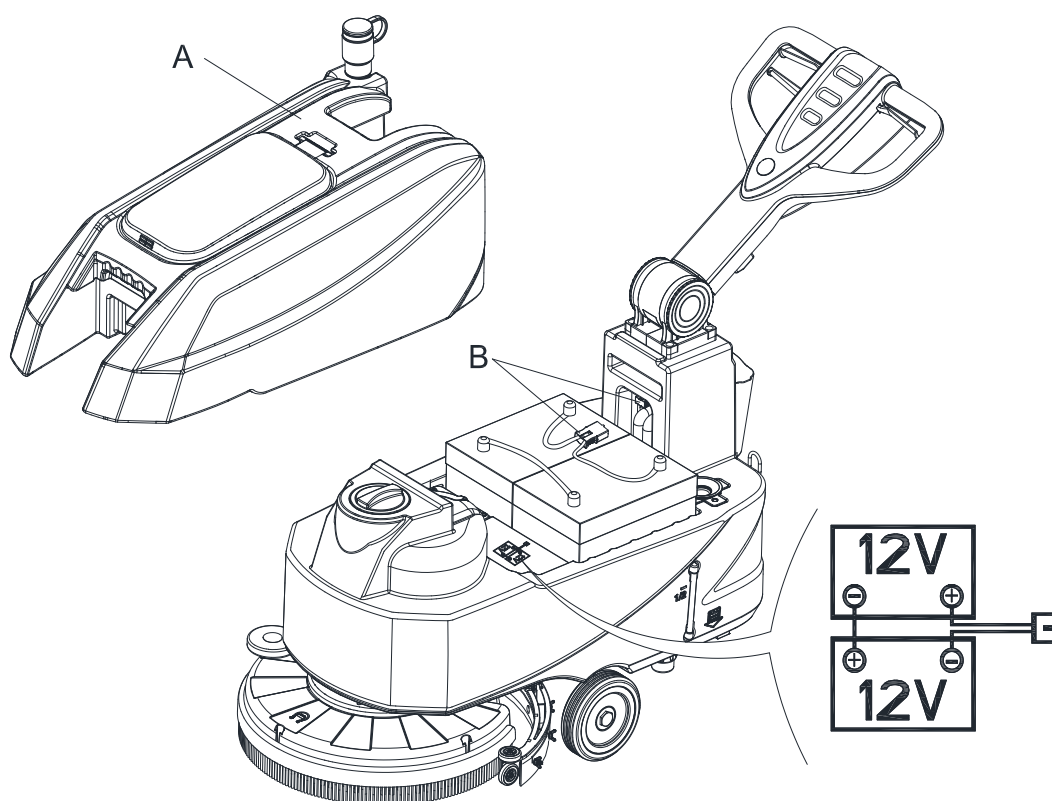

Figura 3
La máquina requiere dos baterías de 12 V, conectadas según el diagrama (Figura 3).
1. Compruebe si las baterías están conectadas a la máquina mediante el conector (B, Figura 3).
5. Mueva el kit del depósito de recogida con cuidado (A, Figura 3).
7. Pase e instale el cable de las baterías como se indica (en la Figura 3), luego apriete cuidadosamente la tuerca en cada uno de los terminales de la batería.
8. Coloque la tapa de protección encima de cada borne, luego conecte el conector de las baterías (B, Figura 3).
9. Vuelva a colocar con cuidado el kit del depósito de recogida (A, Figura 3).